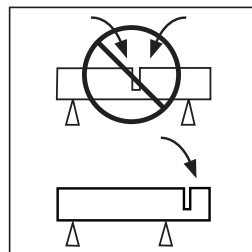

FIG. 7
- Si possible, choisissez un support pour la pièce à usiner tel que la coupe soit prévisible et qu'elle reste stable et ouverte lors de l'opération. **(FIG. 7)**